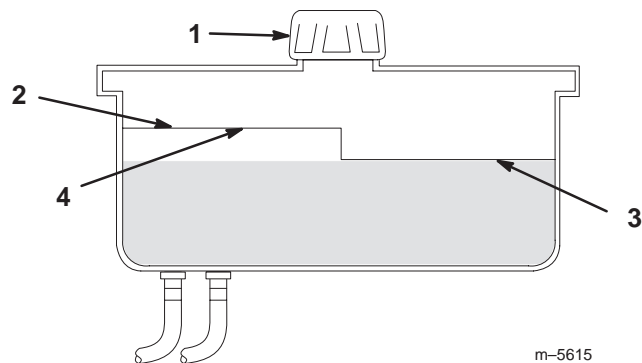

Figure 43
2. Nettoyez la surface autour du goulot de remplissage du réservoir hydraulique (Fig. 43).
3. Enlevez le bouchon du goulot de remplissage et vérifiez si le réservoir contient du liquide (Fig. 43).
**Remarque :** Lorsque l'huile est chaude, le niveau de liquide doit atteindre le haut du repère **à chaud** sur le déflecteur (Fig. 43).